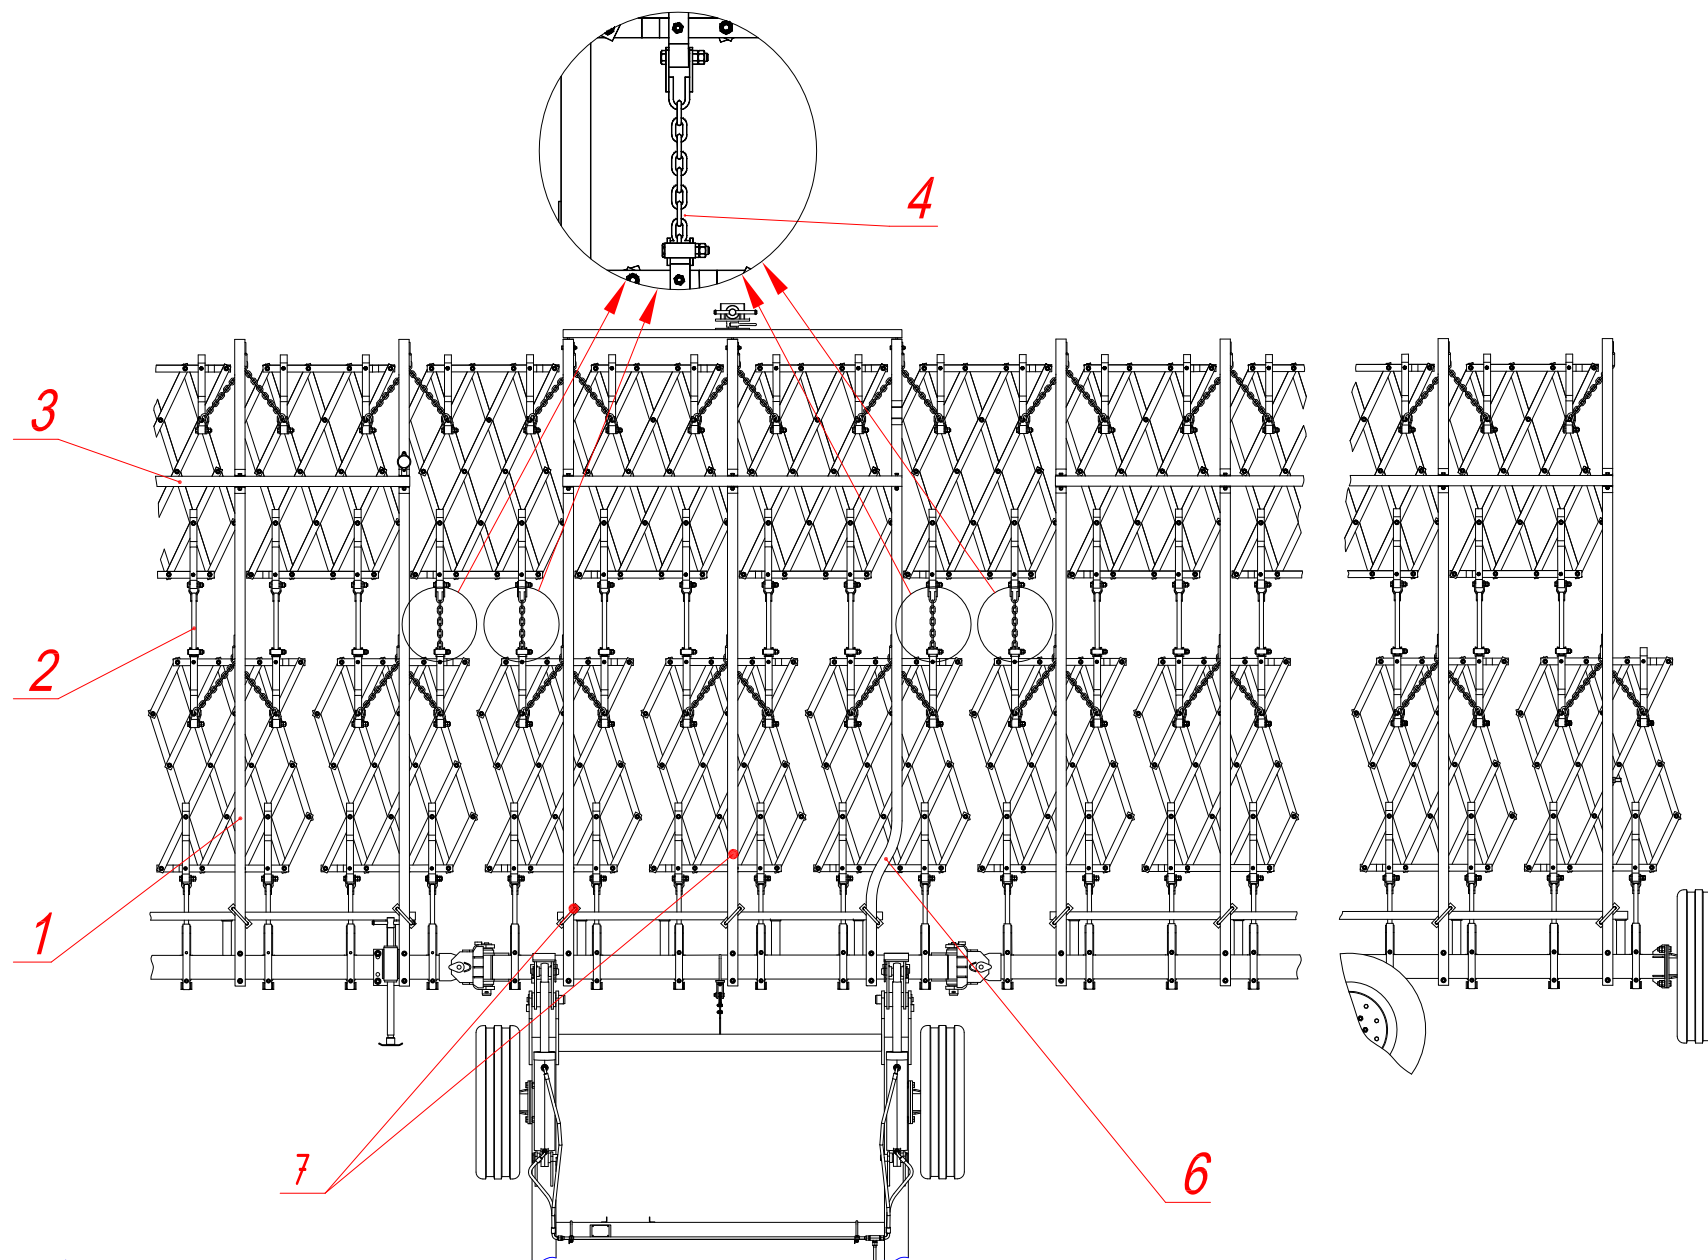

Рис.14 Установка штанг и поводков
- подсоединить к кронштейну 21 поводок 22 или цепной поводок 4 (рис.14), а к поводкам второй ряд зубовых борон;